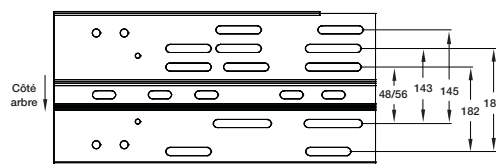

Figure 8 — Positions de fixation du moteur suivant la taille du bâti
- Fixer le moteur sur la platine avec la visserie fournie. Les trous s'alignent lorsque la carcasse du moteur (côté arbre) est au ras du rebord de la platine. La visserie de fixation du moteur est fournie dans la trousse de visserie attachée au bâti du moteur. Voir la position de fixation suivant la taille du bâti de moteur à la Figure 8. Voir le contenu de la trousse à la page 8.